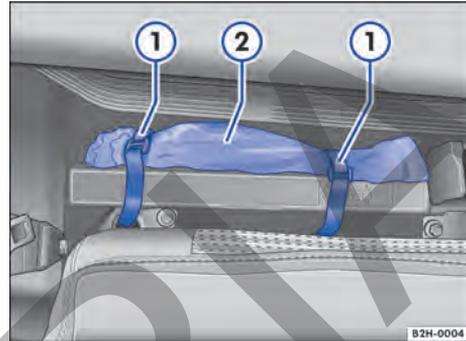

Fig. 143 Detrás del respaldo del asiento trasero: Gato.
2. Suelte los cierres de velcro → fig. 143 ① y retire el gato ②.